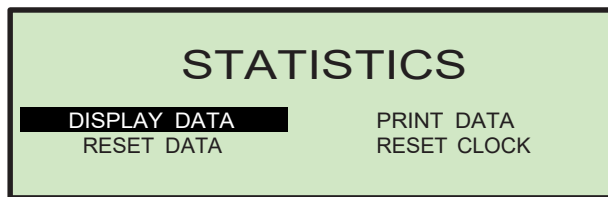

ABBILDUNG 75: Vorgesetztenebene - Statistikmenü
- 1 Wählen Sie auf der Vorgesetztenenebene - Statistikmenü (Abbildung 75) **DISPLAY DATA (DATEN ANZEIGEN)** und drücken Sie auf **Enter (Eingabe)**.
Auf der Vorgesetztenenebene - Statistikmenü (Abbildung 75) öffnet die Auswahl von **PRINT DATA (DATEN DRUCKEN)** das Fenster **PRINT STATISTICS (STATISTIKEN DRUCKEN)**, in dem Sie die folgenden Optionen wählen können:
Auf der Vorgesetztenebene - Statistikmenü (Abbildung 75) löscht die Auswahl von **RESET DATA (DATEN ZURÜCKSETZEN)** alle Statistiken. Bei Auswahl dieser Option erhalten Sie zunächst eine Warnmeldung.
- 1 Auf der Vorgesetztenebene - Statistikmenü (Abbildung 75) öffnet die Auswahl von **PRINT DATA (DATEN DRUCKEN)** das Fenster **PRINT STATISTICS (STATISTIKEN DRUCKEN)**, in dem Sie den Tag, das Datum und die Uhrzeit des Systems einstellen können.